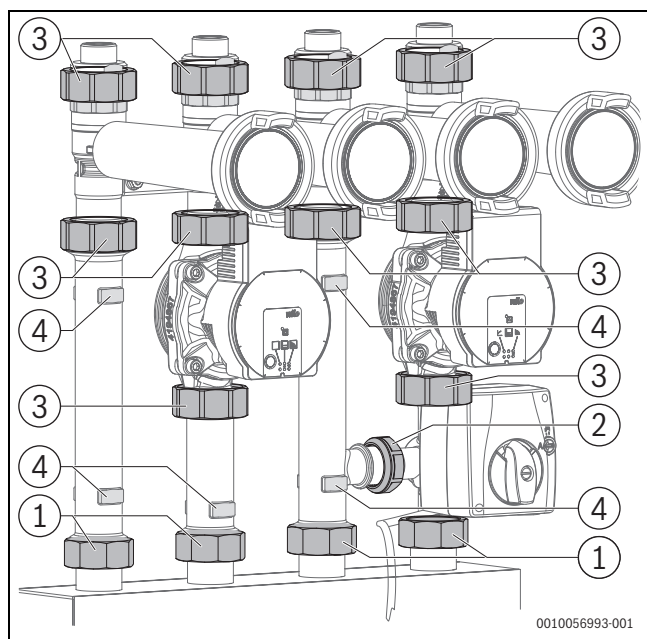

Fig. 13 Écrous-raccords et méplats de clé (exemple : circuit de chauffage mélangé)
- ▶ Lors du serrage des écrous-raccords, maintenir les méplats de clé (figure 13) avec un outil approprié.
| Pos. (fig. 13) | SW=taille de clé | Couple de serrage max. [Nm] |
Tab. 11 Tailles de clé et couples de serrage max. (pour la fig. 13)